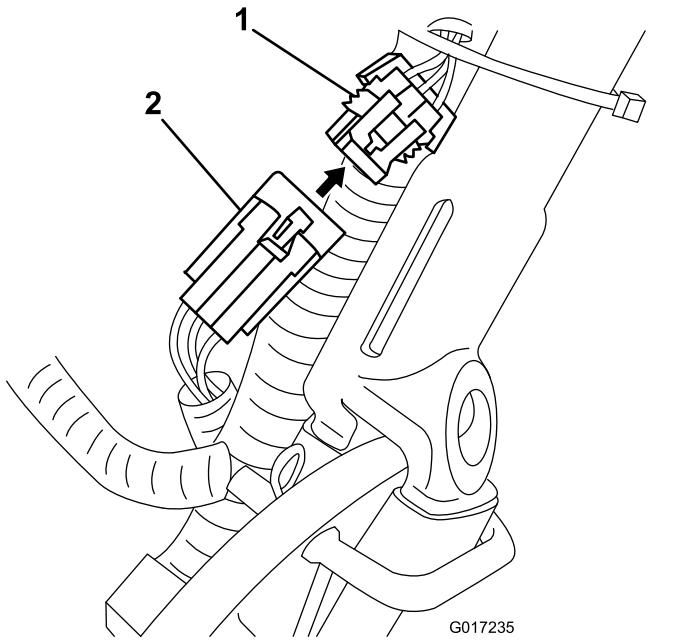

Figura 15
- Encaminhe o conjunto para a cablagem da máquina por baixo e atrás da cablagem principal no lado esquerdo da máquina e ligue o conector pequeno de 6 pinos na cablagem ao conector correspondente na cablagem principal, como se mostra na Figura 15.